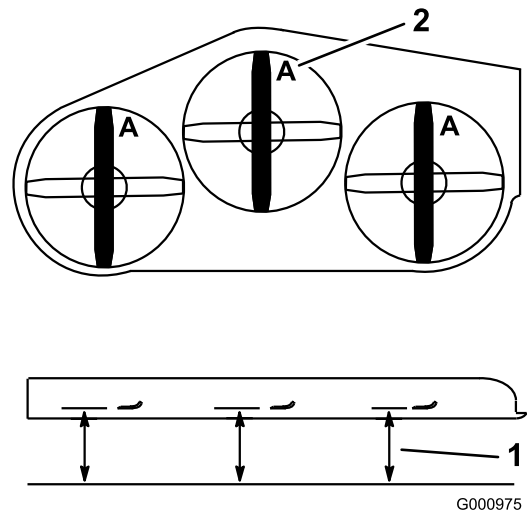

Bild 75
4. Messen Sie von einer ebenen Fläche bis zu den Schnittkante (Stellung A) der Messer (Bild 75).